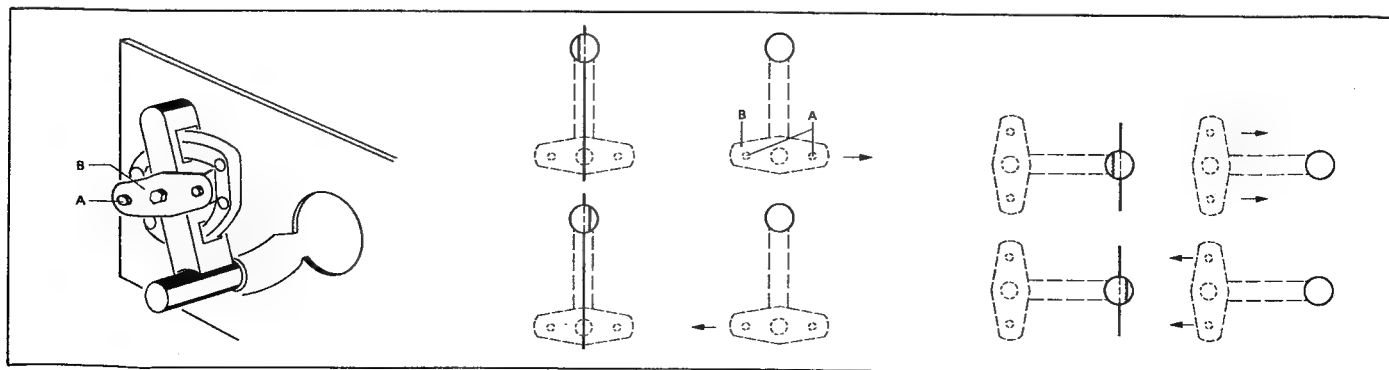

Fig. 4.15
→ fig. 4.15
- Desserrer 2 vis [A] jusqu'à ce que la plaque [B] puisse être déplacée (fig. 4.15).
- Corriger la position de la plaque selon fig. 4.15.